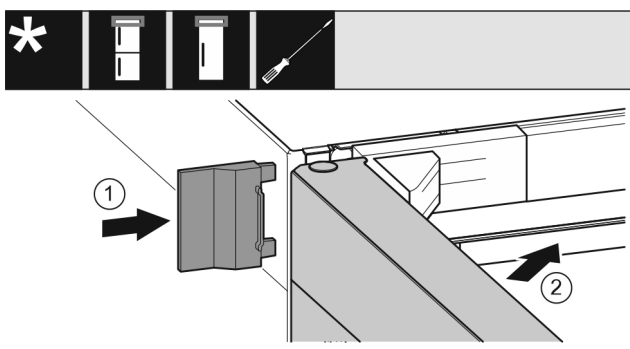

Fig. 28
- ▶ Tolja fel a külső fedelet Fig. 28 (1).
- ▶ Csatolja be a felső ajtót Fig. 28 (2).